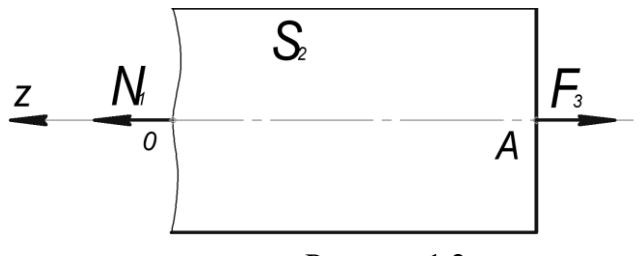

Рисунок 1.2
Участок 1 (AB). Рассечём, мысленно, стержень в местах, где необходимо определить значения внутренних усилий и внутренних напряжений. Одну из частей (левую) отбросим (рис. 1.2), а для оставшейся составим уравнение равновесия $\sum F_i = N_1 - F_3 = 0$, заменив при этом действие отброшенной части на оставшуюся неизвестной внутренней силой N_1 .